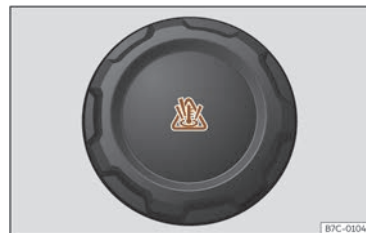

Fig. 217 Van dianteiro: tapón do depósito de expansión do líquido refrixerante.
- O depósito de expansión do líquido refrixerante do motor reconécese polo símbolo que hai sobre a tapa 🚗 >>> **fig. 217**